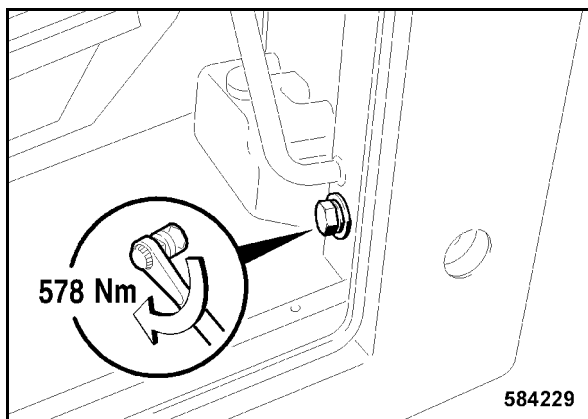

Bild 190
- Kiristä sisäänmenopuolen alempi kiinnitysruuvi (Bild 190) 578 Nm:llä tiukkaan.